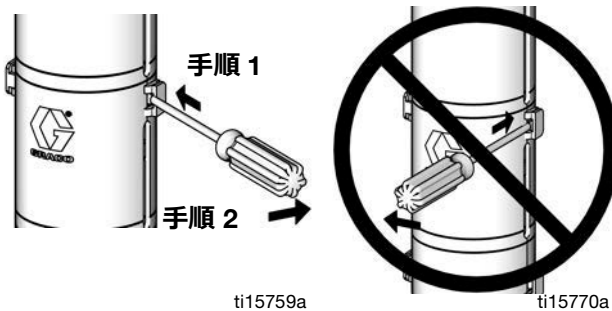

図 3. シールドの分解
3. ドライバーをスロットに真っすぐに挿入し、それをレバーとして使用してタブを解放することで、2 ピースのシールド (22) を取り外します。すべてのタブで手順を繰り返します。**ドライバーを使用してシールドをこじ開けることはしないでください。** 図 3。